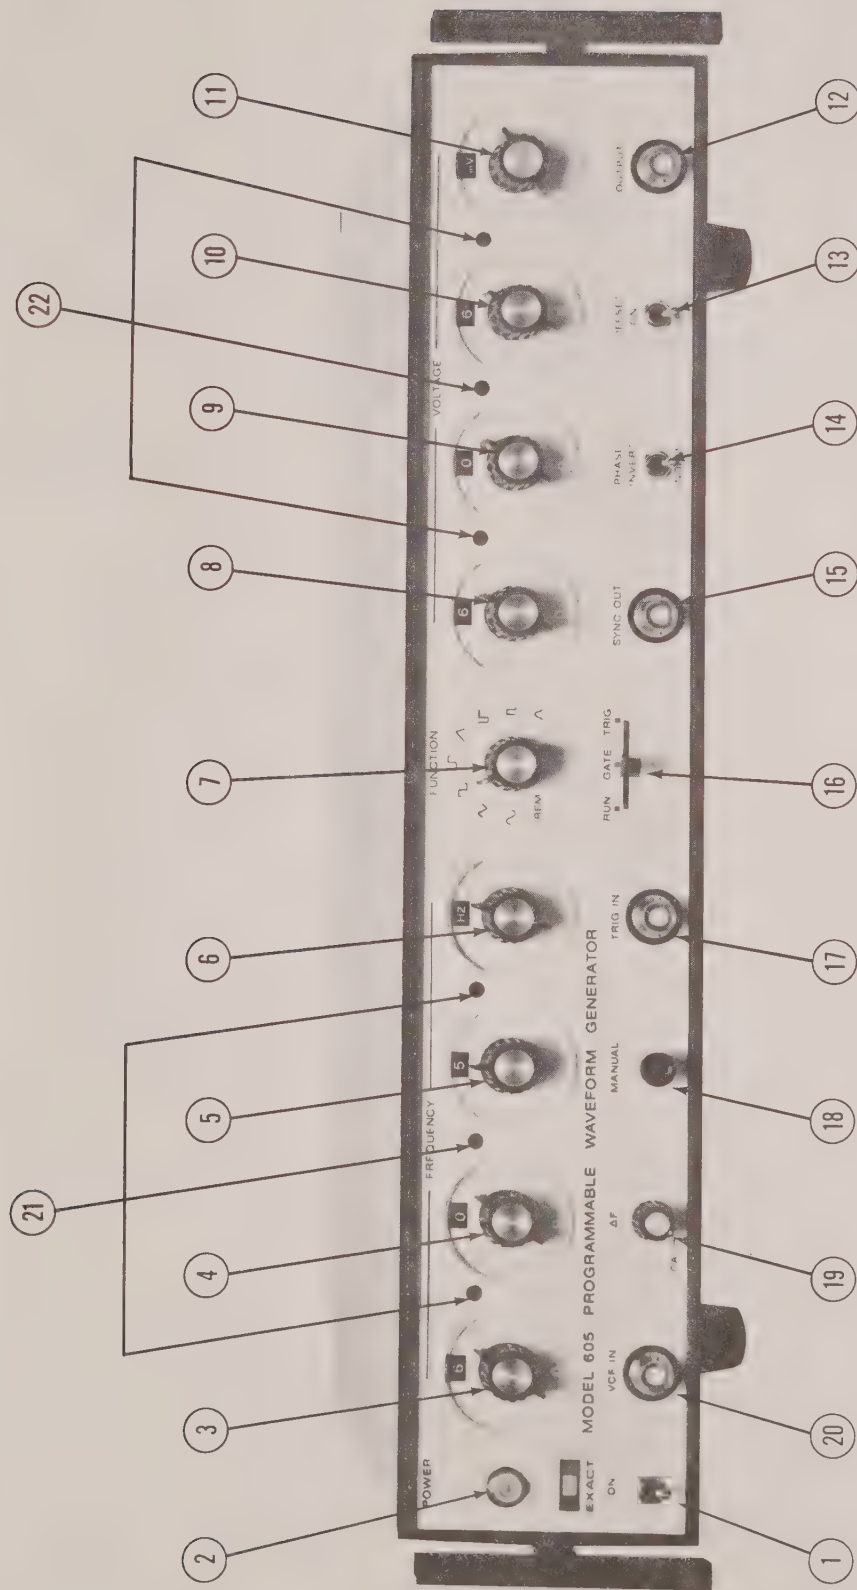

FIGURE 4.1.1
4.1.0 FRONT PANEL FAMILIARITY (Figure 4.1.1)